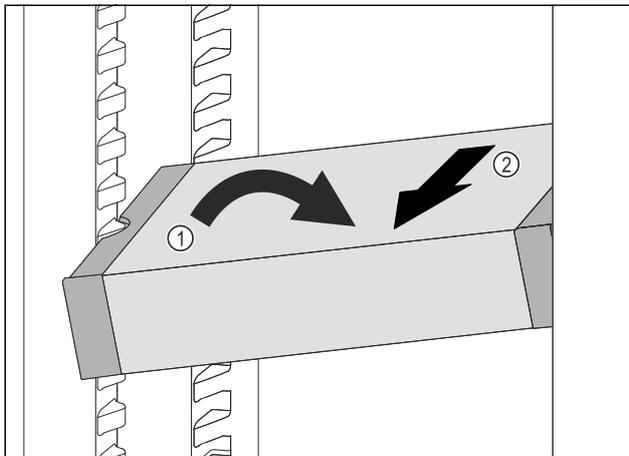

Fig. 141
- ▶ VarioSafe im Kühlteil schräg stellen. Fig. 141 (1)
- ▶ VarioSafe nach vorne entnehmen. Fig. 141 (2)